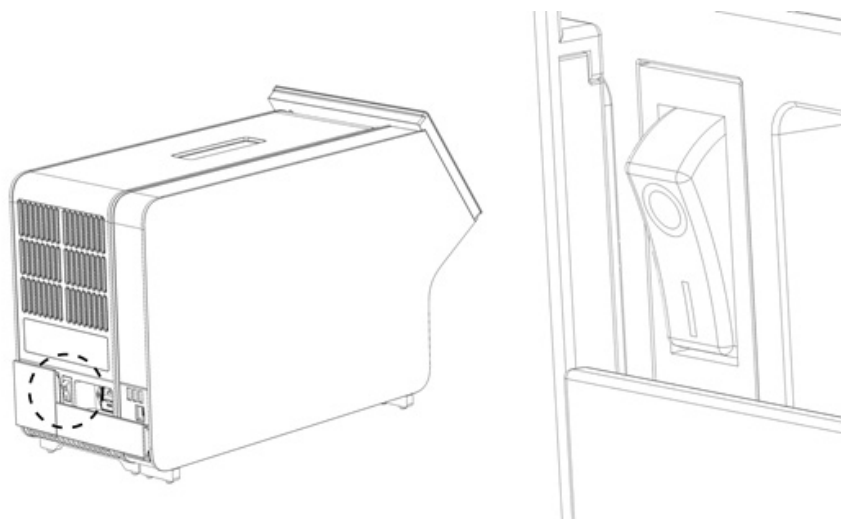

**Figura 20. Collegamento del cavo di alimentazione.**
8. Collegare il cavo di alimentazione fornito con il QIAstat-Dx Analyzer 2.0 sul retro del modulo analitico originale (Figura 20).